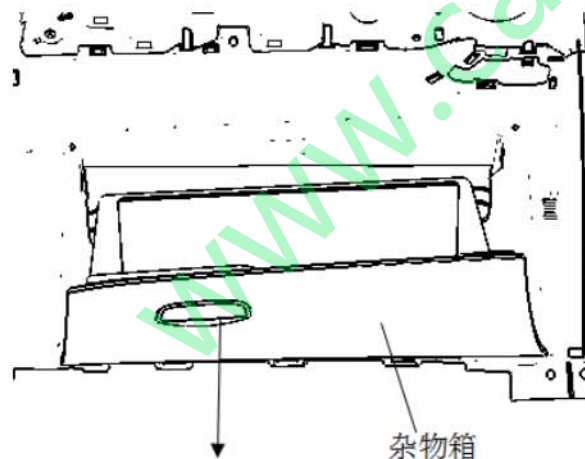

图 1-21 杂物箱总成示意
(1) 将杂物箱开启到极限, 将右侧阻尼拆离杂物箱。
(2) 延朝向身体方向水平向内拉杂物箱, 即完成杂物箱的拆卸; 见图 1-21